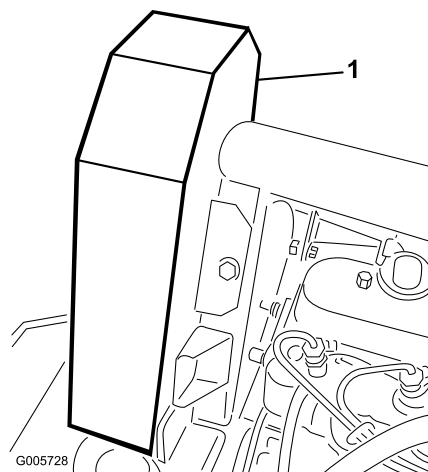

Figura 66
2. Retire os parafusos de capa (5) que fixam o resguardo da correia da ventoinha e retire o resguardo (Figura 66).
5. Instale o resguardo da correia da ventoinha e fixe-o com parafusos (Figura 66). Feche e bloqueie o capot.
4. Instale o resguardo da correia da ventoinha e fixe-o com parafusos (Figura 66). Feche e bloqueie o capot.